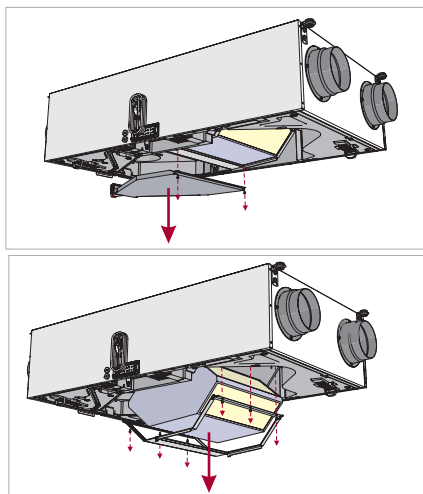
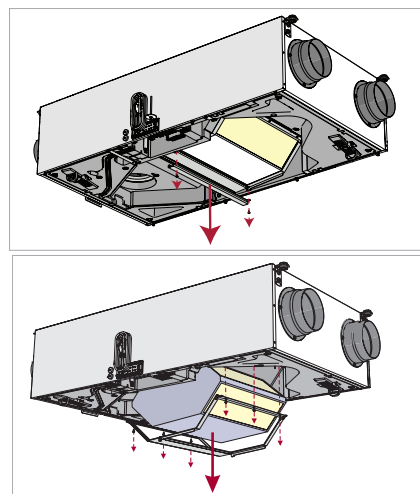
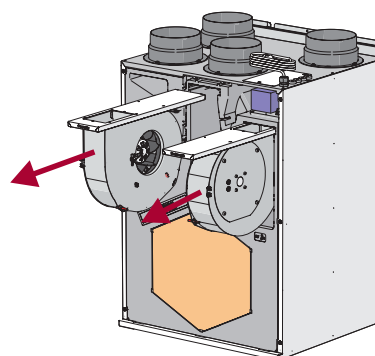

Figur 6.5.1 Smarty 2X P
Figur 6.5.2 Smarty 2X P E
Figur 6.6.8 Smarty 3X P / 4X P
BEMÆRK: Før udførelse af trinnene i Figur 6.5.1 / Figur 6.5.2, skal trinnene i Figur 6.3.1 udføres.
BEMÆRK: Før udførelse af trinnene i Figur 6.6.7, skal trinnene i Figur 6.3.1 (1-3) og Figur 6.5.1 (1-4) / Figur 6.5.2 (1-2) udføres.
BEMÆRK: Før udførelse af trinnene i Figur 6.6.8, skal trinnene i Figur 6.3.2 og Figur 6.5.4 (1-3) udføres.
- Ved afmontering af spjældet skal trinnene i *Figur 6.3.1* (1-3), *Figur 6.5.1* eller *Figur 6.5.2* (1-3), *Figur 6.6.7* (1-3) udføres for Smarty 2X P, og trinnene i *Figur 6.3.2*, *Figur 6.5.3* eller *Figur 6.5.4* (1-3), *Figur 6.6.8* (1-2) for Smarty 3-4X P.